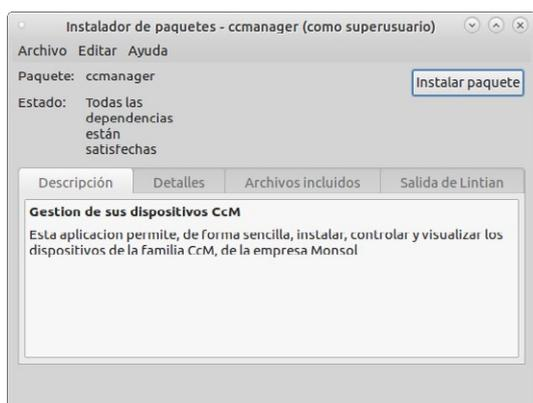

Figura 4 Linux – Proceso de instalación 1 de 3
- Pulse sobre “Instalar paquete” para comenzar la instalación (Figura 4).